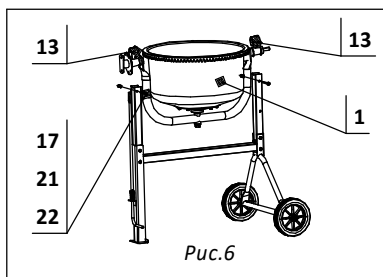

Рис.6
9.4. Установку основания поз.1 удобнее выполнять вдвоем. Установить на раму в сборе с рамкой нижней и стойкой основание поз.1. Стопорные кольца на основании должны находиться по краям рамы. При этом установить ось поз.8 в паз рамы. Установить хомут поз.13 между стопорными кольцами, совместить отверстия в хомуте и раме. Вставить в отверстие болт поз.17, установить шайбу 22, завернуть гайку поз.21. Повторить с другой стороны (рис. 6).